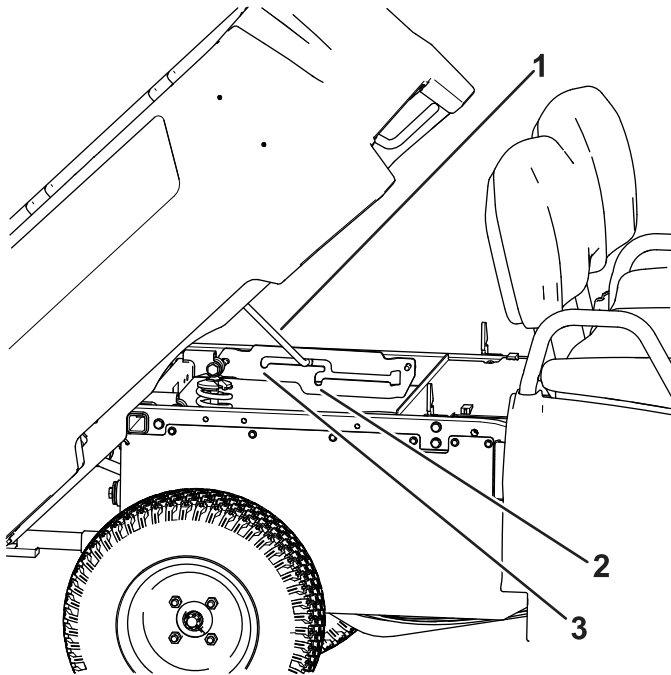

Figure 19
2. Engagez la béquille dans le cran de verrouillage pour bloquer le plateau en position de déchargement (Figure 19).
2. Engagez la béquille dans le cran de verrouillage pour bloquer le plateau en position d'entretien (Figure 19).
2. Sortez la béquille du cran de verrouillage (Figure 19).